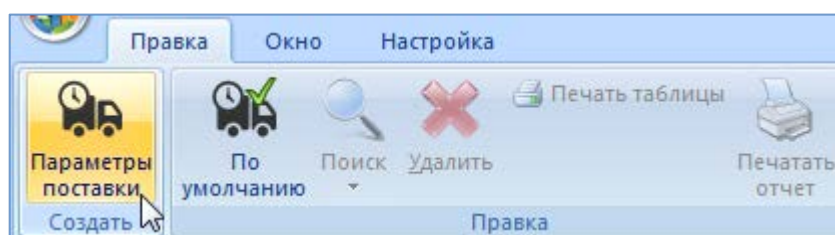

Рис. 9-43 – Вкладка «Правка»
- 5) Перейти в окно связанных объектов «Параметры поставки» и нажать кнопку «Параметры поставки» панели «Создать» (рис. 9-43).